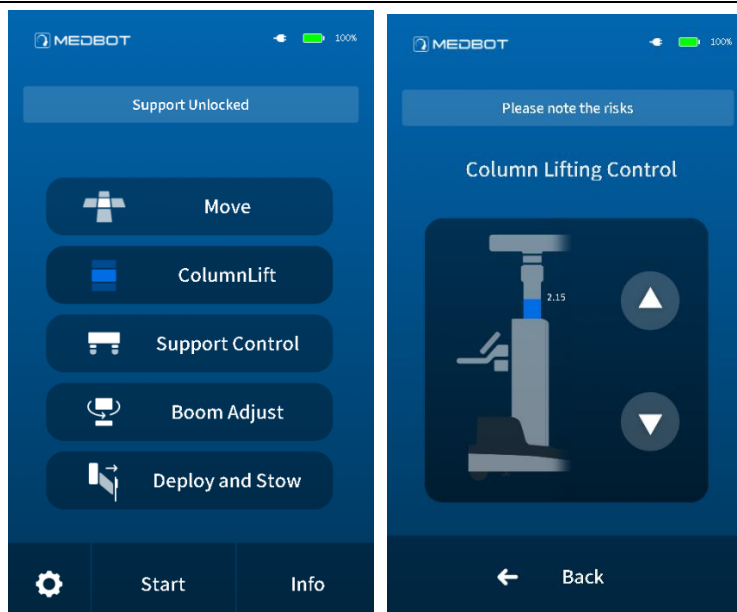

Рисунок 9.5. Переход от главного меню сенсорного экрана к меню управления подъемом
- d) Как показано на рис. 9.5, при нажатии кнопки Columnlift (Подъем колонны) система переходит к интерфейсу управления подъемом верхней пластины, а при нажатии и удержании кнопки  или  верхняя пластина на хирургической тележке поднимается или опускается соответственно. Когда появится сообщение о достижении верхнего предела, прекратите нажимать кнопку ; когда появится сообщение о достижении нижнего предела, прекратите нажимать кнопку . Нажмите кнопку Back to main menu (Вернуться в главное меню) после завершения соответствующей операции, чтобы вернуться в главное меню.